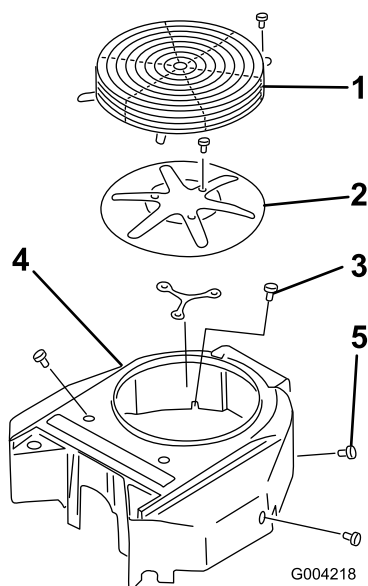

Figure 49
3. Retirez la grille d'entrée d'air, le lanceur et le boîtier du ventilateur (Figure 49).
5. Remettez la grille d'entrée d'air, le lanceur et le boîtier du ventilateur (Figure 49).